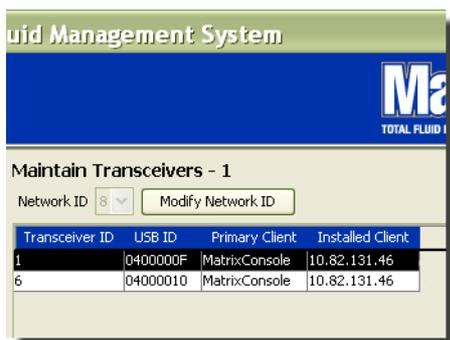

ABB. 92
- Das aktualisierte Primär-Client-Profil zeigt das Primär-Client-Feld wie in ABB. 92 gezeigt an.
5. In der Materialansicht wird nun die Materialinformation angezeigt, wie in ABB. 92 gezeigt.